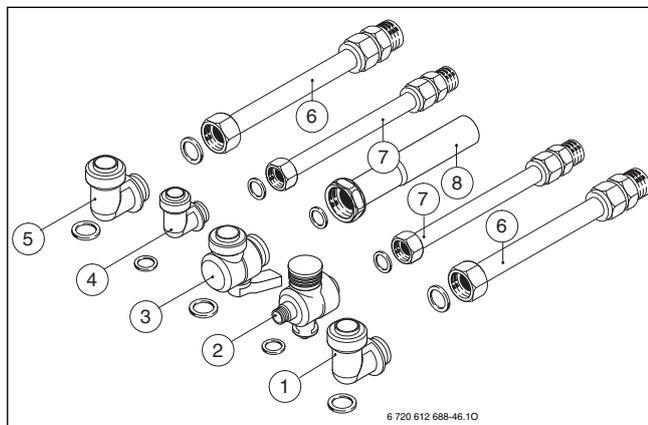

Fig. 30 Accessorio raccordi di collegamento nr. 1151 per GVM T...
- ▶ Installare la piastra di allacciamento e montaggio (accessorio DOS GA 5/12) oppure l'accessorio raccordi di collegamento (nr. 1151) al quale è possibile abbinare il kit rubinetti M-R, acc. 1171 (→ fig. 30).
NB: tubi e raccordi a bicono in dotazione, come da fig. 30
Legenda di fig. 30: